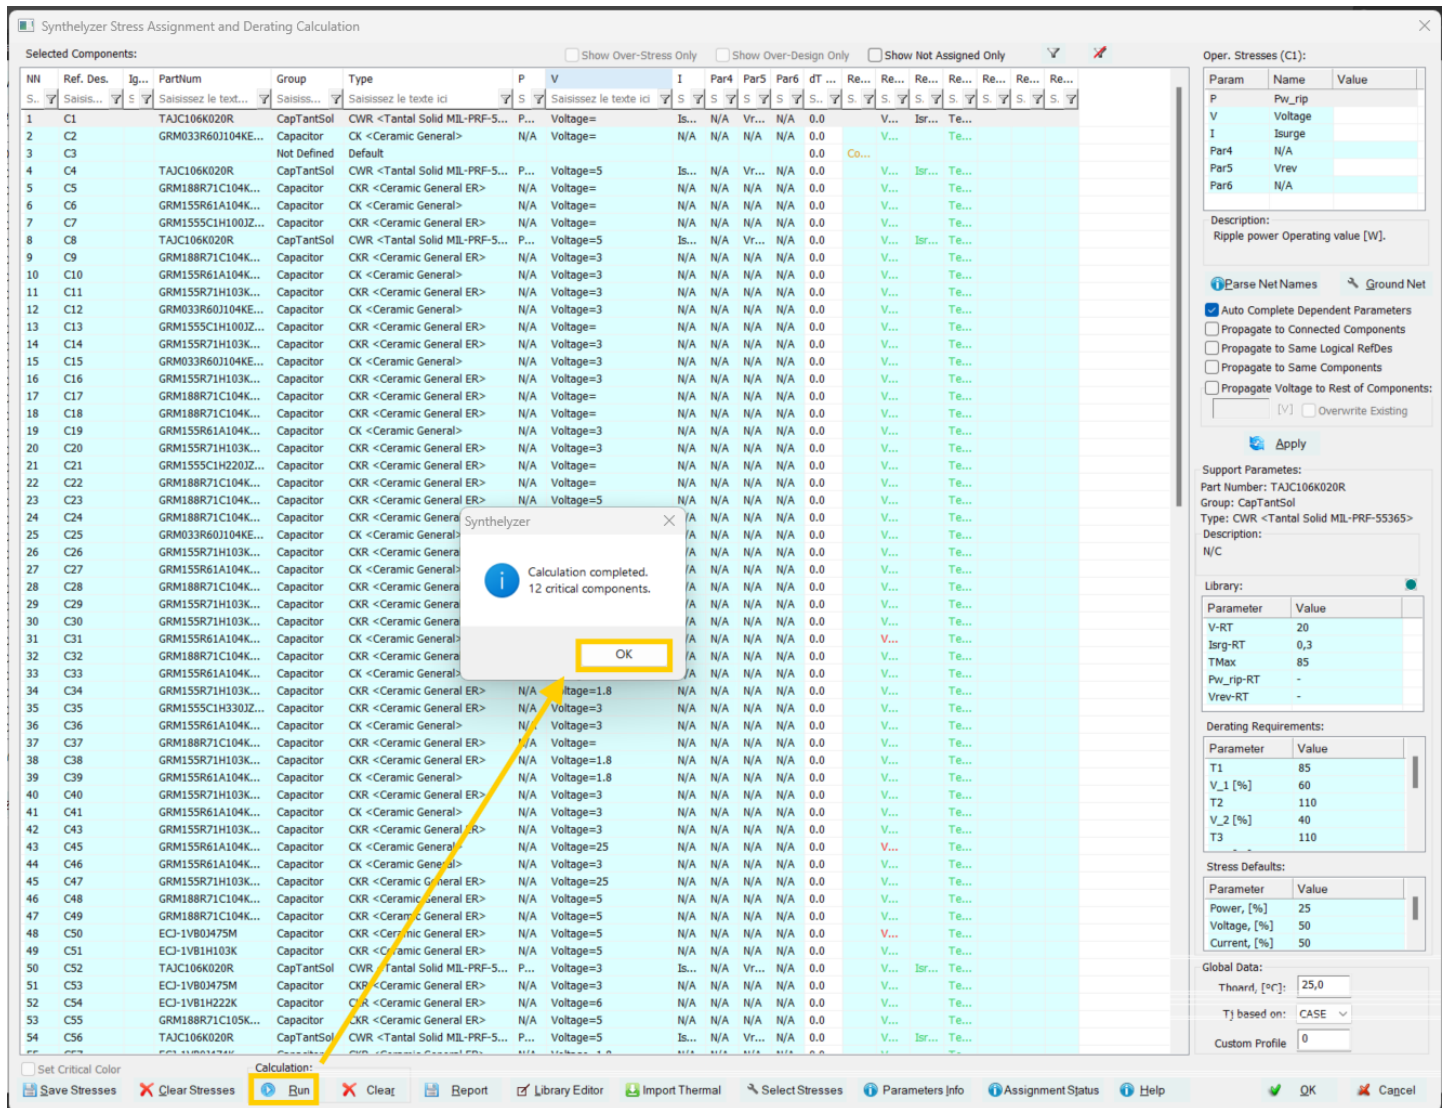

Figure 39. Etape 3 des démarches à suivre pour lancer le calcul de Derating
- ✓ Cliquez sur le bouton **Stress Assignment & Derating**. La fenêtre **Synthelyzer Stress Assignment and Derating Calculation** s'ouvre alors (Figure 39).
- ✓ Dans la **section Calculation**, cliquez sur le bouton **Run**. Un message de synthèse s'affiche alors à l'écran (Figure 39).